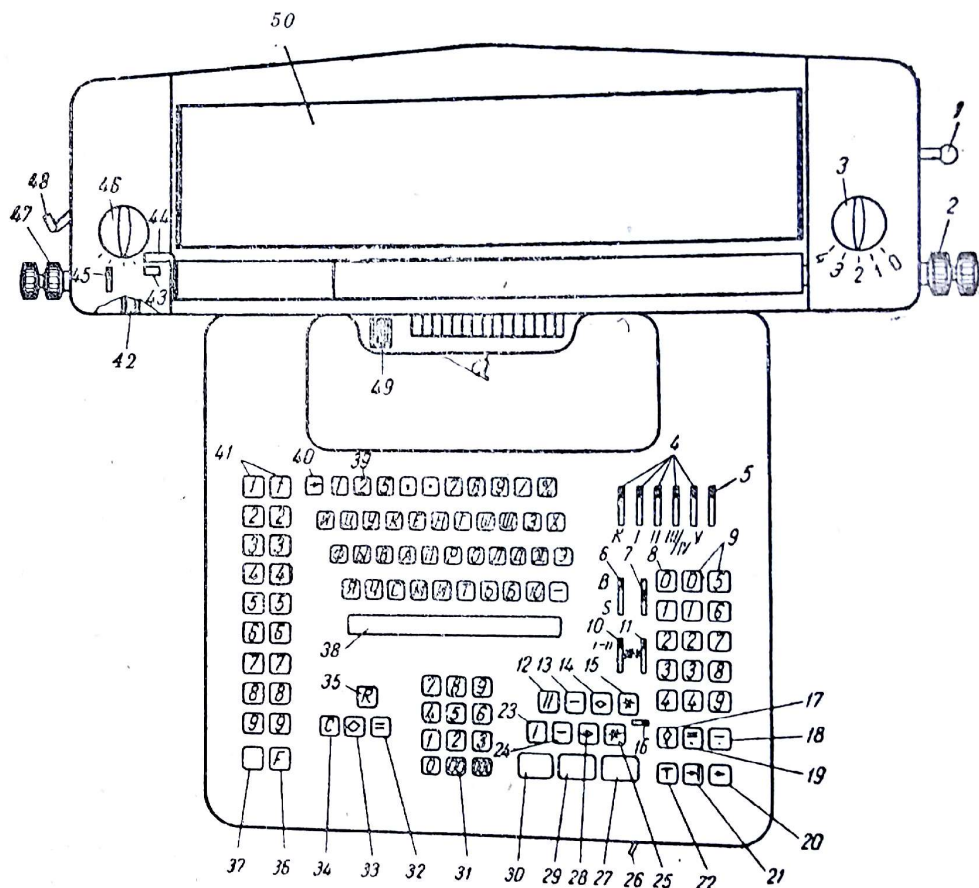

Рис. 2. Клавиши и рычаги управления машиной.
#### 4. КЛАВИШИ И РЫЧАГИ УПРАВЛЕНИЯ МАШИНОЙ (рис. 2)
5. Поставить выключатель 26 (см. рис. 2) в положение выключено.